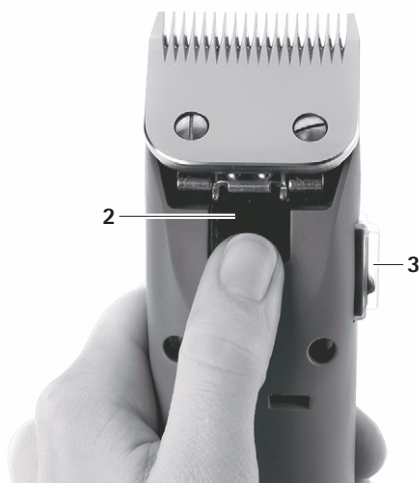

Fig. 4
- Accionar el interruptor 3 para apagar la esquiladora FAV5, ver Fig. 4.
- Presionar el bloqueo del cabezal de corte 2, ver Fig. 4.